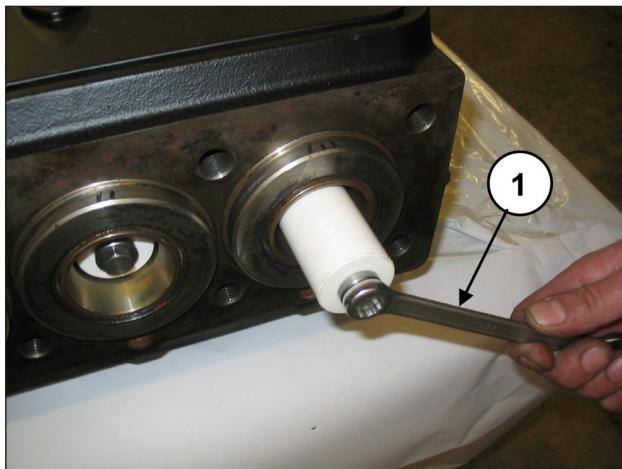

Abb. 121
Demontieren Sie die Kolben durch Abdrehen der Befestigungsschrauben (Pos. ①, Abb. 121).